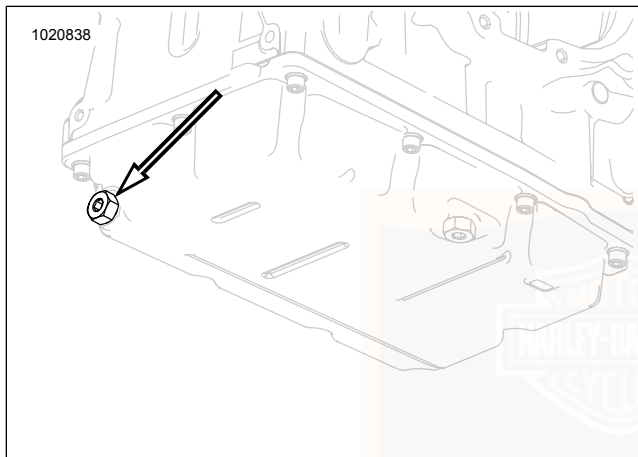

Figure 50. Bouchon de vidange d'huile moteur
3. Voir Figure 50 . Retirer le bouchon de vidange d'huile (2) et le joint torique. Laisser l'huile se vidanger complètement.